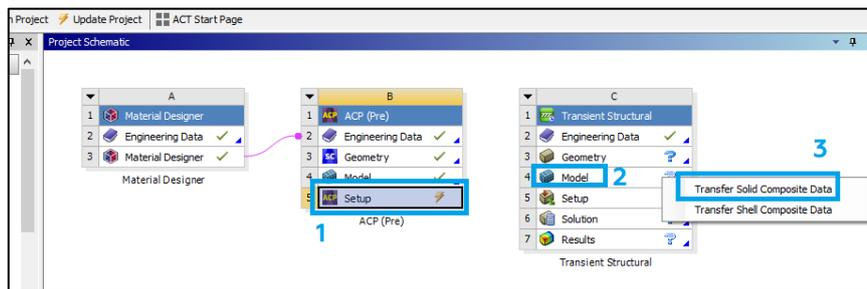

Рис. 24. Импорт данных в Static Structural
14. Жажимаем ЛКМ блок *Setup* (1) в модуле *ACP (Pre)* и перетаскиваем его на блок *Model* (2) в модуле *Static Structural*. После этого появляется окно с двумя вариантами (рис. 24): первый переместит твердотельную модель (есть возможность анализировать каждый слой выбранного сегмента, но может понадобится повторно создать контактные области), а второй переместит тонкостенную оболочку (нет возможности анализировать каждый слой отдельно). После выбора первого варианта нажимаем ПКМ на *Setup* (1) в модуле *ACP (Pre)* и выбираем *Update*.